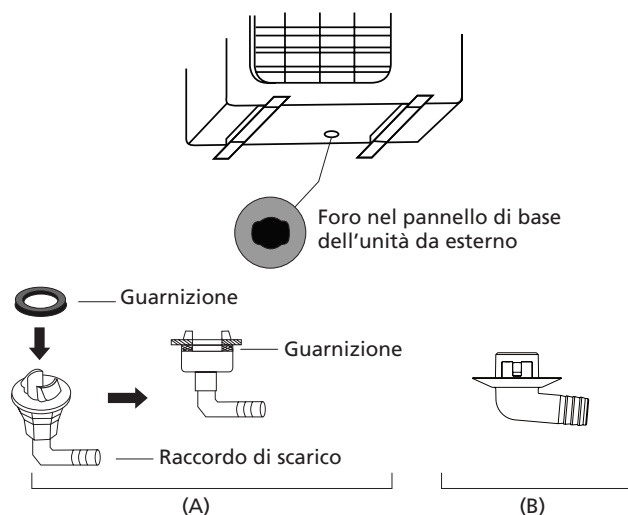

Fig. 5.9
Se il raccordo di scarico viene fornito con una guarnizione in gomma (ved. Fig. 5.9 - A), procedere come indicato di seguito:
4. Collegare una prolunga del tubo flessibile di scarico (non inclusa) al raccordo di scarico per deviare l'acqua proveniente dall'unità durante il funzionamento nella modalità di riscaldamento. Se il raccordo di scarico non viene fornito con una guarnizione in gomma (ved. Fig. 5.9 - B), procedere come indicato di seguito: Inserire il raccordo di scarico nel foro situato nel pannello di base dell'unità. Il raccordo di scarico scatterà in posizione. Collegare una prolunga del tubo flessibile di scarico (non inclusa) al raccordo di scarico per deviare l'acqua proveniente dall'unità durante il funzionamento nella modalità di riscaldamento.